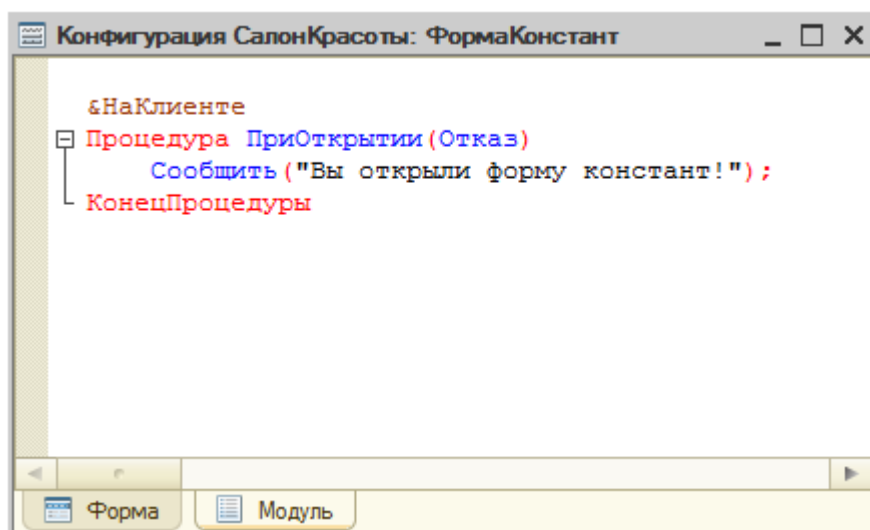

Рисунок 5.17- Вывод сообщения пользователю из модуля формы констант
7.10 Откроем окно редактирования формы констант (**Общие формы > ФормаКонстант**), перейдем на вкладку **Модуль**, на панели инструментов **Модуль** выберем стандартный обработчик события **ПриОткрытии**, отредактируем тело обработчика, чтобы оно приняло следующий вид, Рисунок 5.17.: